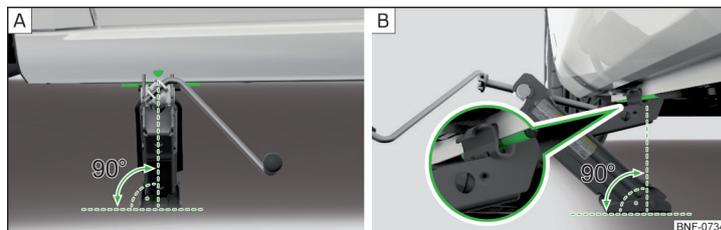

Fig. 123 Schéma du principe : Application du cric
- Posez l'embase du cric sur toute sa surface sur un sol plan et assurez-vous que le cric s'applique perpendiculairement à l'emplacement du point de prise » fig. 123 - A.
- Faites monter le cric jusqu'à ce que sa griffe entoure la nervure » fig. 123 - B.